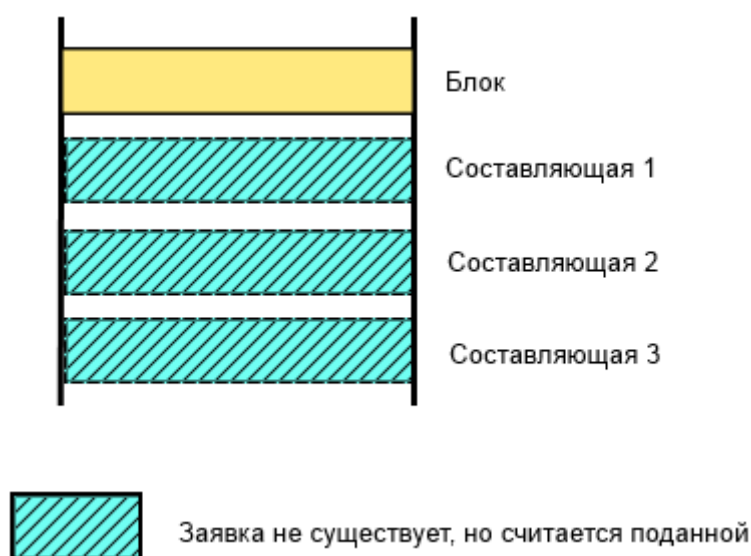

Рисунок 13.42 – Заявка на блок, считаются поданными заявки на все составляющие
- производится анализ структуры блока, считаются поданными заявки на все составляющие блока в те же сроки, что и заявка на блок (Рисунок 13.42);